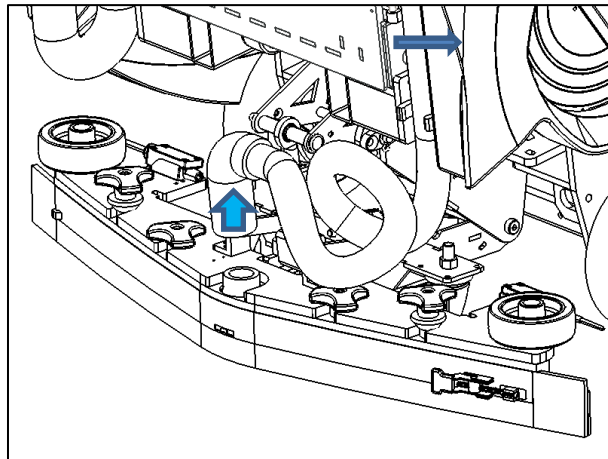

Fig. 1
2. Verwijder de slang (Fig.1) en houd een doek bij de hand voor het geval er vuil water wordt gemorst.